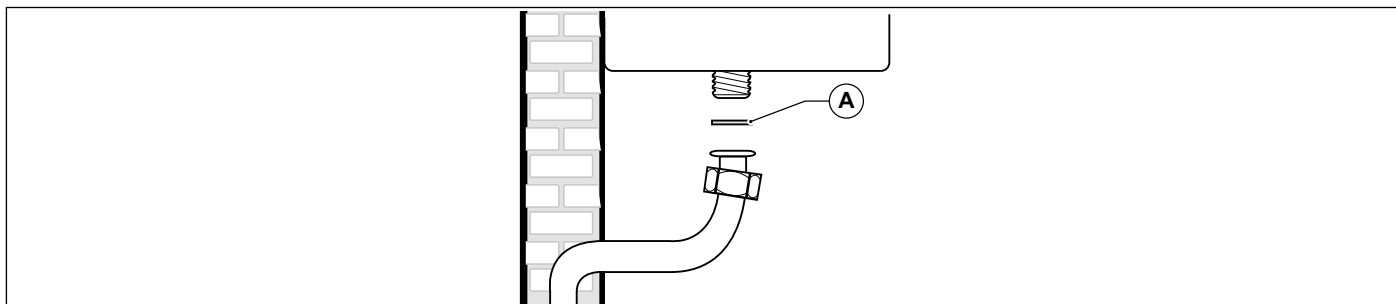

Fig. 17 Racordare la rețeaua de gaz
**Pentru a conecta racordul de gaz al centralei termice la țevile de alimentare, este OBLIGATORIU să interpuneți o garnitură de etanșare (A) de mărime și din material adecvat (vezi Fig. 17 Racordare la rețeaua de gaz).**